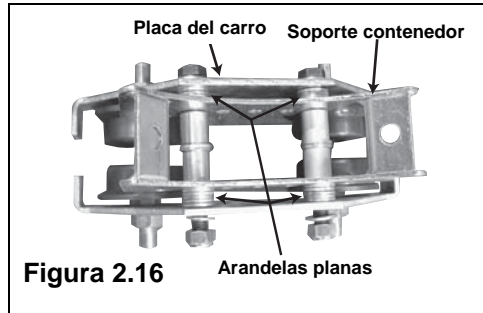

Figura 2.16
El carro de viga "I" se ajusta a los diferentes anchos de viga "I" colocando un número igual de arandelas planas a ambos lados entre la placa del carro y el soporte contenedor. (Ver Figura 2.16, abajo).
- Paso 1. Pase dos pernos con arandelas en los orificios inferiores de la placa del carro. (Ver Figura 2.16)